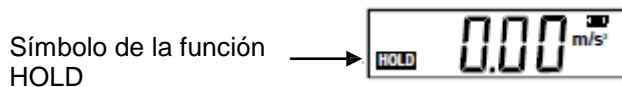

Fig. 1 (Medición de la aceleración)
2. Pulse brevemente el botón de encendido / medición. La pantalla se encenderá en el modo de medición de la aceleración y mostrará la unidad m/s^2 (Fig. 1).